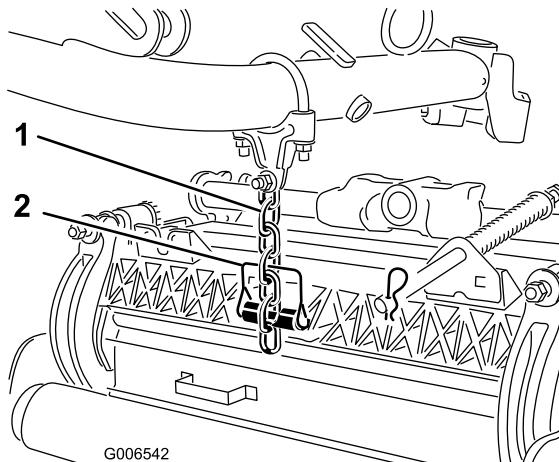

図 19
7. スナッパ・ピンを使って、昇降アームのチェーンをカッティングユニットのチェーン・ブラケット(図 19)に、以下の手順で固定する。